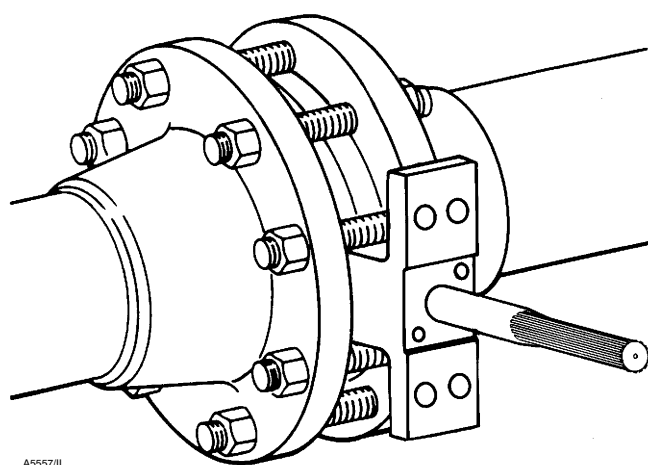

Рис. 5. Правильно установленный бесфланцевый клапан
Клапан может быть установлен в любом положении, однако рекомендуется, чтобы ведущий вал клапана находился в горизонтальном положении, а привод располагался вертикально, как показано на рис. 5.
1. Рекомендуемые положения установки клапана показаны на рис. 5.